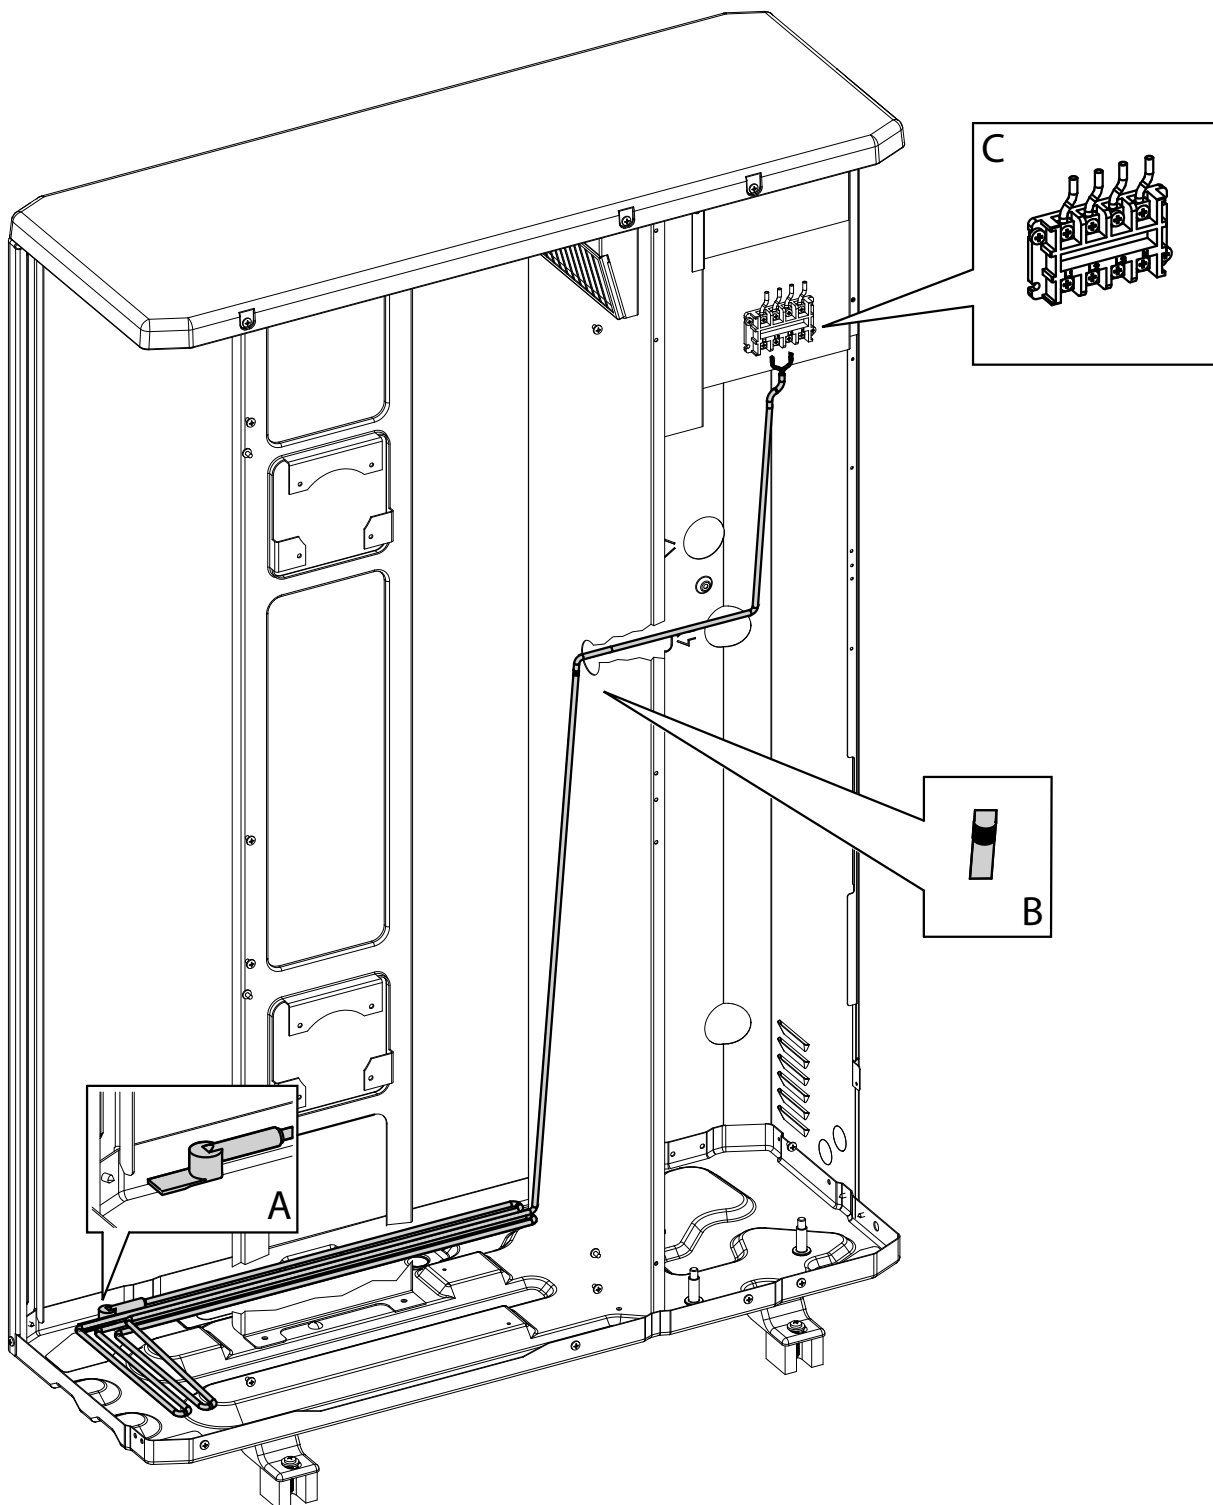

Fig. 2
Modelli Audax Top 12 - 16 ErP - Audax Pro 8 - 10 ErP (Fig. 2).
- Stendere il cavo scaldante secondo il percorso illustrato in Fig. 2 infilandolo nel foro situato sulla lamiera di protezione interposta tra la zona ventola e batteria e la zona quadri elettrici.
Models Audax Top 12 - 16 ErP - Audax Pro 8 - 10 ErP (Fig. 2).
- Lay the heating cable according to the path shown in Fig. 2 by inserting it into the hole on the metal-sheet protective plate placed between the fan and battery area and the electrical panel area.
Audax Top 12 - 16 ErP - Audax Pro 8 - 10 ErP (Fig.2).